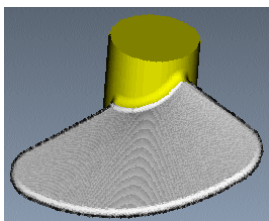

图 7.3.19 NC 检测结果
Step1. 在 **PLAY PATH (播放路径)** 菜单中选择 **NC Check (NC 检查)** 命令, 系统弹出“VERICUT 7.1.5 by CGTech”窗口。单击  按钮, 观察刀具切割工件的运行情况, 运行结果如图 7.3.19 所示。